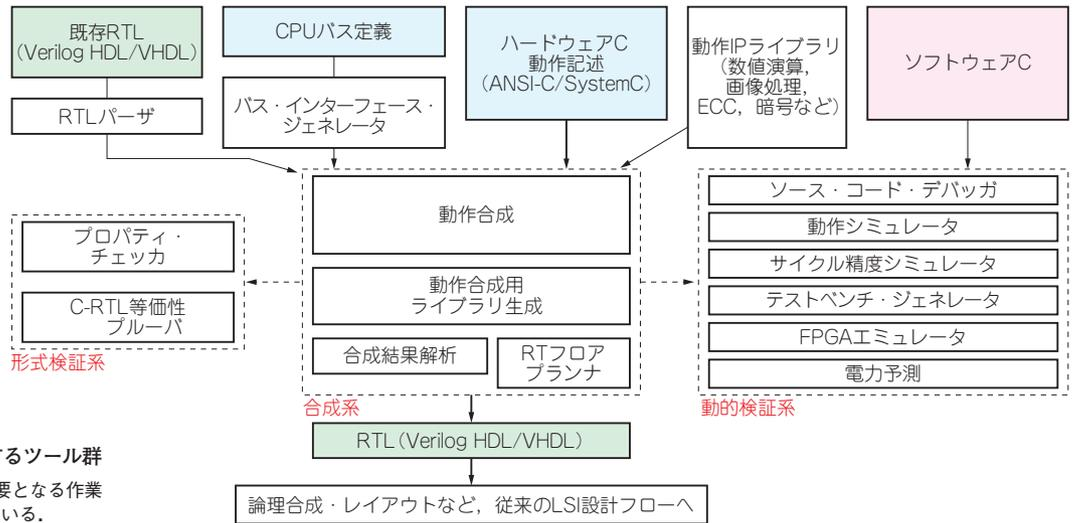
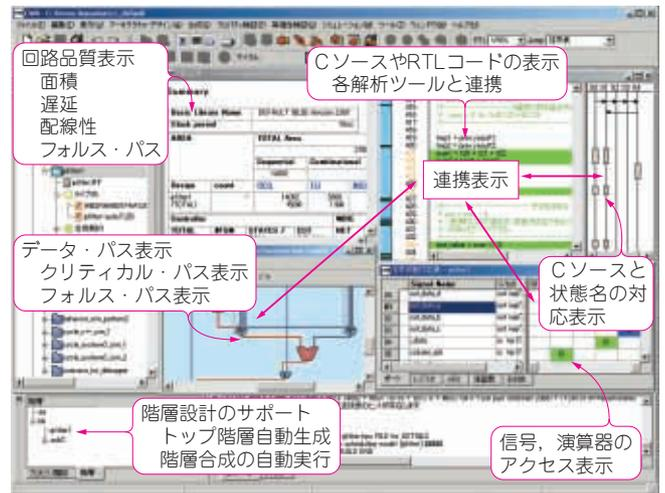

図1 CyberWorkBenchを構成するツール群
図2 CyberWorkBenchの画面例
CWBは単独の動作合成ツールからなるわけではありません。図1に示すさまざまなツール群から構成されています。C言語を利用したLSI設計に必要な作業工程を、ひとつおきカバーしています。
これらのツール群は、大きく分けて動作合成系(図1の中央)、検証系(図1の左右)、支援ツールやIP (Intellectual Property) コアからなります。各種ツールは、図2に示すGUI上で連携して動作するようになっています(シェル上でコマンド・ライン操作も可能)。
- HDLで書かれた既存のRTL設計資産を取り込み、図1中のシミュレーションに組み込みます。場合によっては動作合成することも可能です。